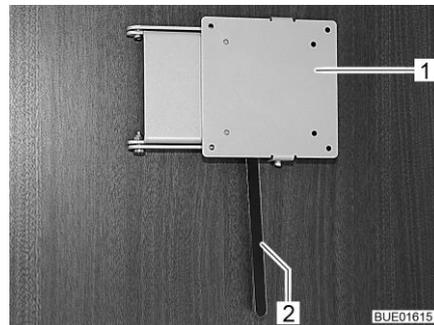

Fig. 92 Supporto con leva di sbloccaggio
- Posizionamento:** ■ Spingere di lato la leva di sbloccaggio (Fig. 92,2) e ruotare il supporto (Fig. 92,1) con lo schermo piatto nella posizione desiderata.
- Stivamento:** ■ Riportare indietro lo schermo piatto finché il supporto (Fig. 92,1) non si innesta nel bloccaggio.